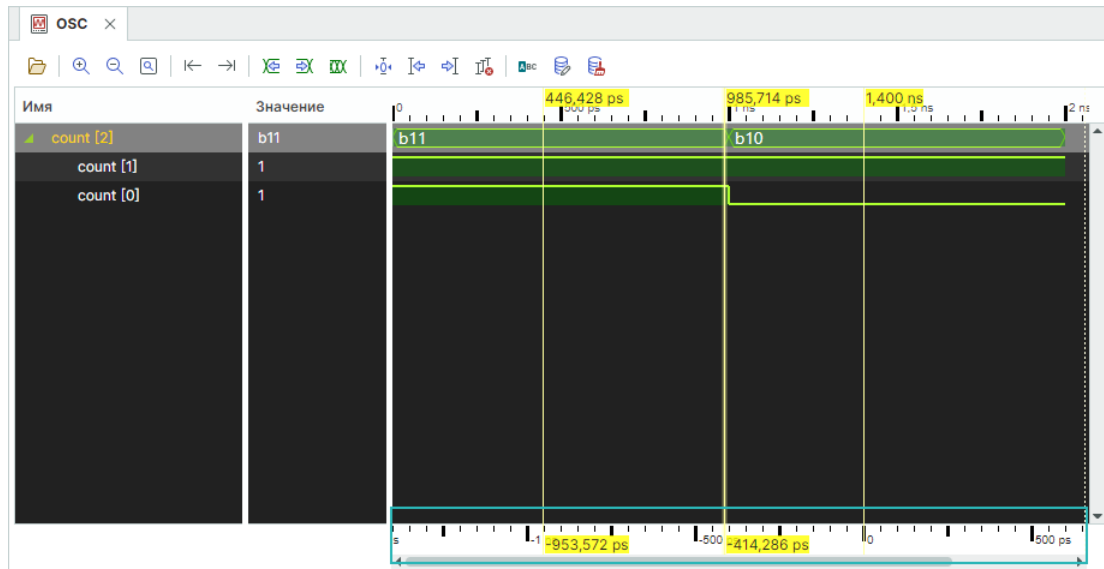

Рис. 43 Отображаемые временные интервалы
- Вычисление интервала времени между курсорами. При одновременном использовании в осциллографе нескольких курсоров автоматически вычисляется положение по оси времени для каждого курсора относительно первого – расположенного ближе всего к началу отсчета. На рисунке ниже показаны три курсора, в нижней оси времени (в нижней части окна осциллографа) отображается промежуток времени между первым курсором и каждым последующим, см. Рис. 43.